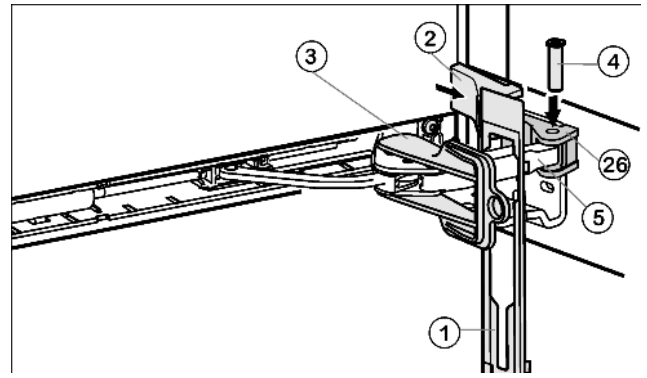

Fig. 10
- ▶ Навесьте накладку Fig. 10 (1) на амортизационную скобу таким образом, чтобы защелки показывали вперёд, а передняя сторона была направлена к устройству.
- ▶ Притяните амортизационную скобу Fig. 10 (5) к опорной детали Fig. 10 (26) и сверху снова вставьте палец Fig. 10 (4) таким образом, чтобы квадратная головка сидела в углублении.
- ▶ Установите и защелкните крышку Fig. 10 (2).
- ▶ Выкрутите фиксатор Fig. 10 (3).
- ▶ Защёлкните накладку Fig. 10 (1) на дверце.